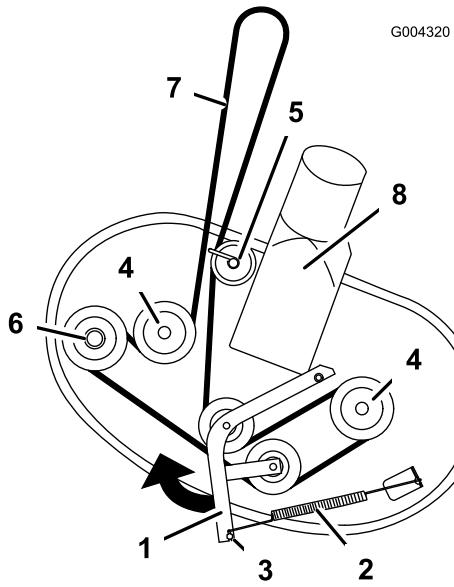

Bild 58
5. Lösen Sie die Befestigungen, mit denen die Riemenführung an der hinteren Spannscheibe befestigt ist (Bild 58).
6. Ziehen Sie den Spannarm in die in Bild 58 angegebene Richtung und rollen Sie den Riemen von den Scheiben ab.
7. Legen Sie den neuen Riemen um die Motor- und Mähwerkspannscheiben (Bild 58). Verlegen Sie einen neuen Riemen unter der Riemenführung und um die hintere Spannscheibe.
8. Ziehen Sie die Spannscheibe in die in Bild 58 angegebene Richtung und verlegen Sie den Riemen um die Scheibe des Spannarms und die Spindelscheiben (Bild 58).
9. Ziehen Sie die Befestigungen der Riemenführung auf der hinteren Scheibe fest (Bild 58).